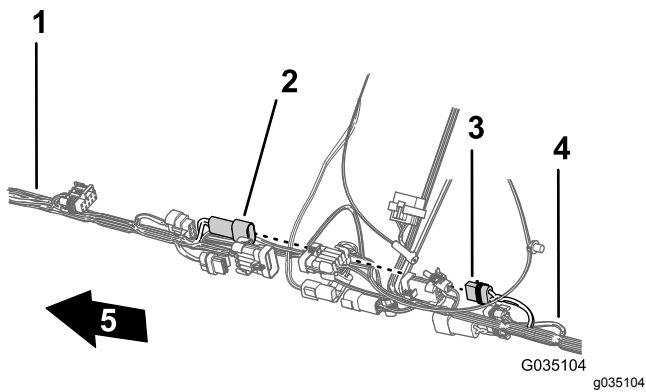

Рисунок 90
- Вставьте 2-штыревой разъем переднего жгута проводов для питания шлангового барабана в 2-гнездовой разъем заднего жгута проводов для питания шлангового барабана (Рисунок 90).